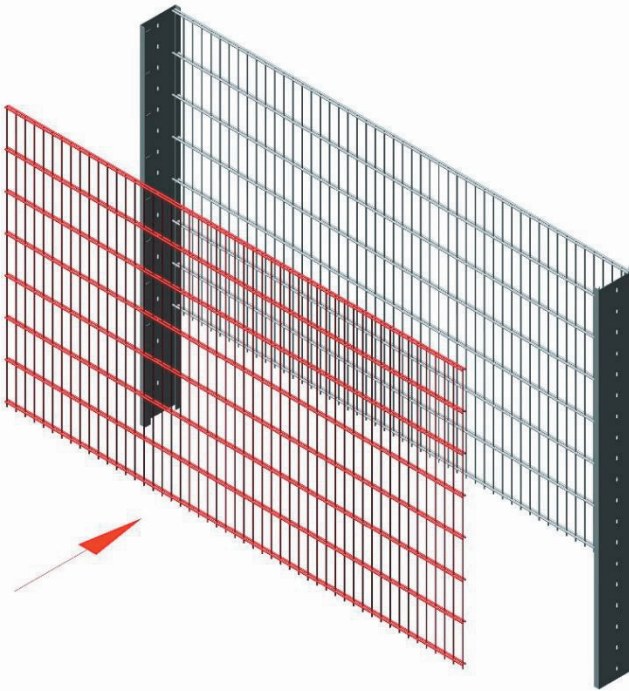

Abbildung 7: Doppelstabmatten einhängen
6. Vordere Doppelstabmatte mit dem Stabüberstand an der Unterseite in die vorgesehenen Ausnehmungen im Pfosten einhängen. Siehe *Abbildung 7*.